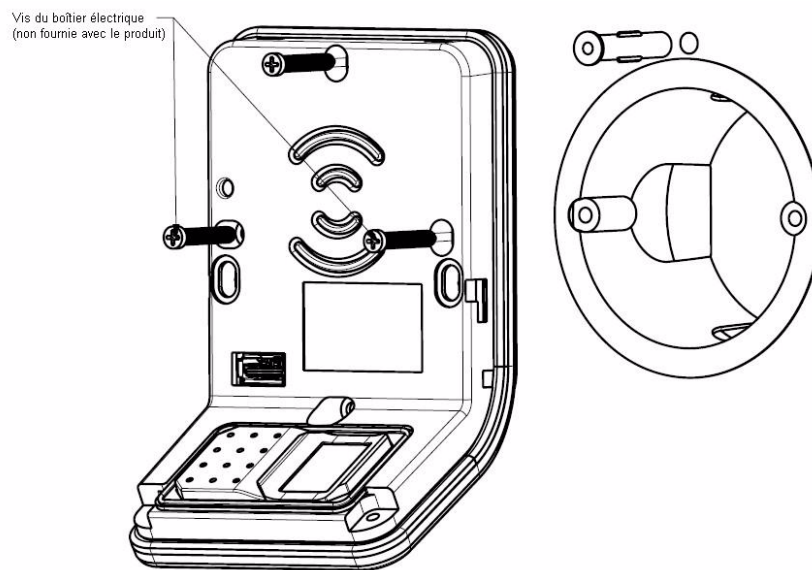

Figure 3.6: Fixation du corps du terminal
1. Confirmer la présence du boîtier électrique dans le mur ou l'ajouter s'il n'y en a pas. Retirer les deux vis horizontales du boîtier électrique (voir Figure 3.6) : ces vis seront utilisées pour fixer le corps du terminal ; s'il n'y en a pas, il est possible de les remplacer par deux vis M3X25 fournies dans la boîte.
3. Percer dans le mur un trou de 5 mm de diamètre et y insérer la cheville (voir Figure 3.6). Il est possible de repérer le centre du trou en plaçant le corps du terminal sur le mur avec ses trous de montage horizontaux face à ceux du boîtier électrique.
7. Fixer le corps du terminal à l'aide de la vis M3X25 et des 2 vis du boîtier électrique (voir Figure 3.6).